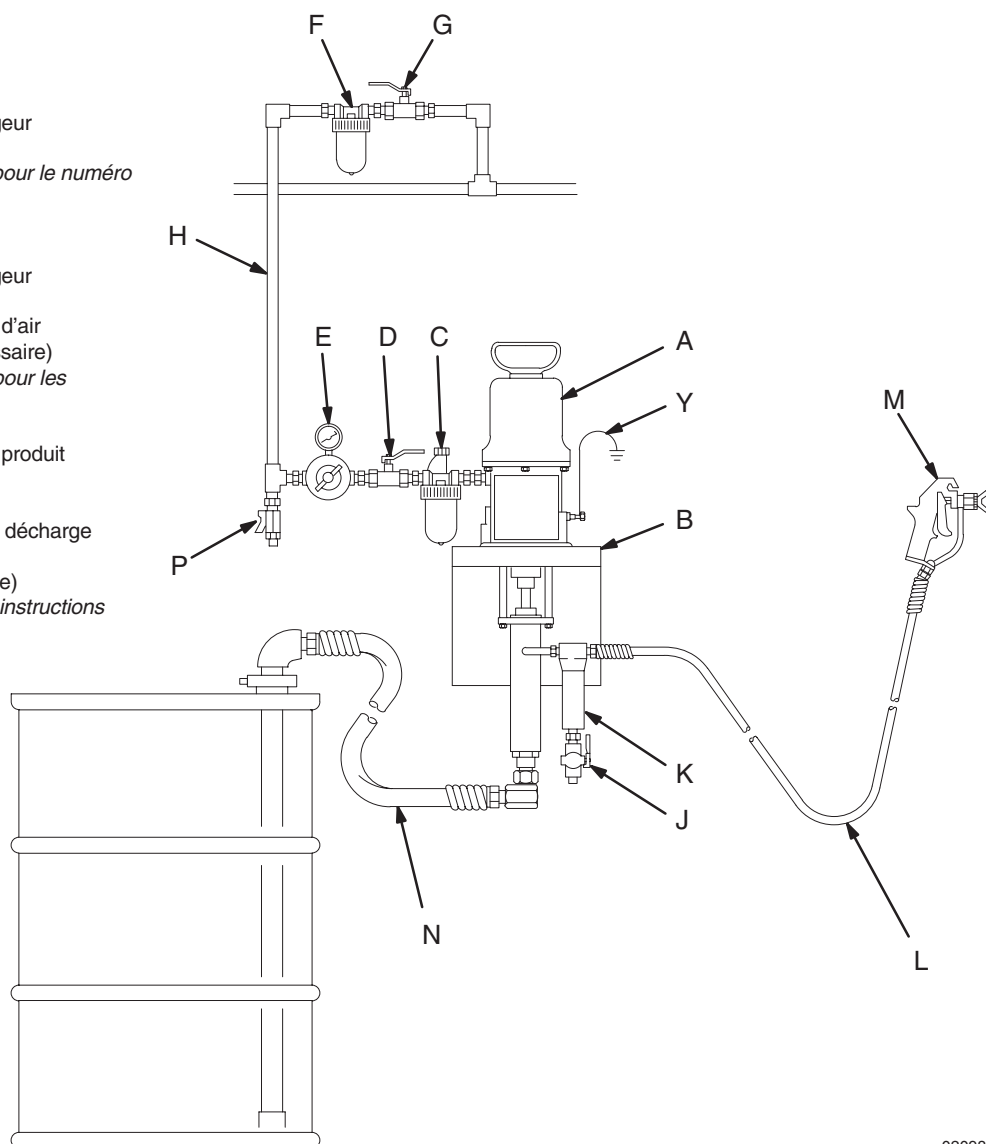

Fig. 2
- La Fig. 2 constitue simplement un guide pour le choix et l'installation des accessoires et des composants du système. Prenez contact avec votre distributeur Graco afin d'obtenir de l'aide pour la conception d'un système qui réponde à vos besoins particuliers.
Installer les accessoires suivants en respectant l'ordre indiqué dans la Fig. 2 et en utilisant des adaptateurs si nécessaire:
Installer les accessoires suivants dans les positions indiquées à la Fig. 2 en utilisant des adaptateurs si nécessaire:
Pulvérise le produit. Le pistolet indiqué en Fig. 2 est un pistolet de pulvérisation sans air.
1. S'assurer que le régulateur d'air (E) et la vanne d'air principale de type purgeur (D) sont bien fermés. Voir Fig. 2, page 6.
2. Brancher un flexible d'aspiration (N) sur l'entrée produit de la pompe ou placer la pompe dans un réservoir produit.
3. Appuyer fermement une partie métallique du pistolet (M) contre le côté d'un seau métallique relié à la terre et maintenir la gâchette enfoncée.
4. Ouvrir la vanne d'air principale de type purgeur de la pompe (D).
5. Ouvrir doucement le régulateur d'air (E) jusqu'à ce que la pompe se mette en marche (env. 0,28 MPa [2,8 bars]).